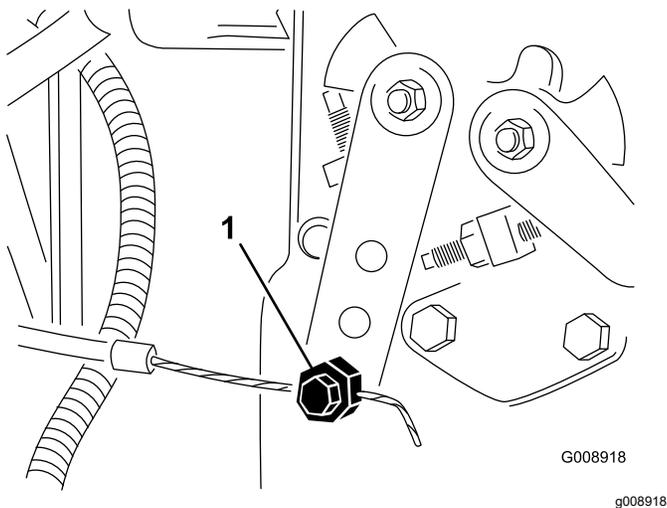

图 83
4. 拧松油门拉索接头接头位于喷射泵控制杆臂 (图 83) 上。